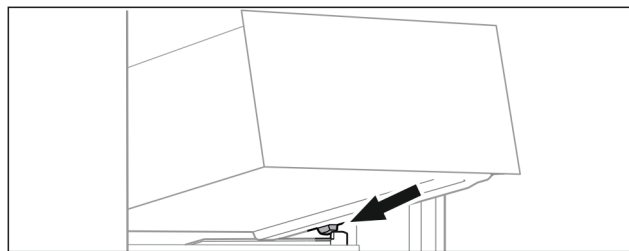

Fig. 67
- ▶ Sätt utdragslåda i vinkel på behållarens galler bakom de bakre stoppklackarna. (se Fig. 67)